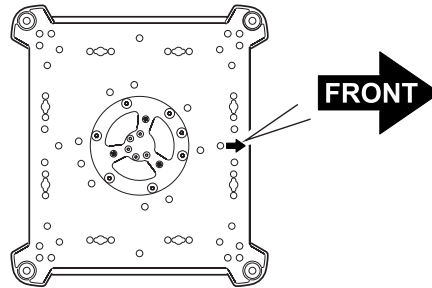

Figure 6: Avant de l'appareil
- Voir Figure 6. Notez la position des flèches indiquant la face avant du projecteur.